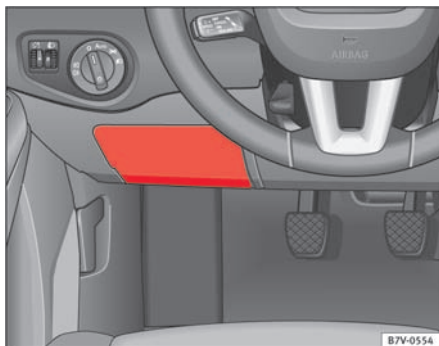

Fig. 196 Instrumentpanelet i førersiden: afdækning på sikringsboks
- Tag fat bag afdækningen ⇒ Fig. 196, og træk afdækningen fremad.